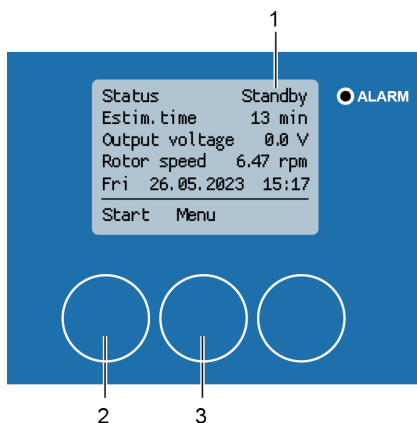

Abbildung 163: Reinigungsprozess Startbildschirm
⇒ Nachdem der Reinigungsschlitten seine Ausgangsposition am Rotorumfang erreicht hat, ist der Reinigungsvorgang abgeschlossen. Die Statusanzeige wechselt zu „Standby“ (Abbildung 163/1).
2. Drücken Sie [*Start*] (Abbildung 163/2), um den Reinigungsvorgang erneut zu starten, oder [*Menü*] (Abbildung 163/3), um das Menü "1 Hauptmenü" zu öffnen.